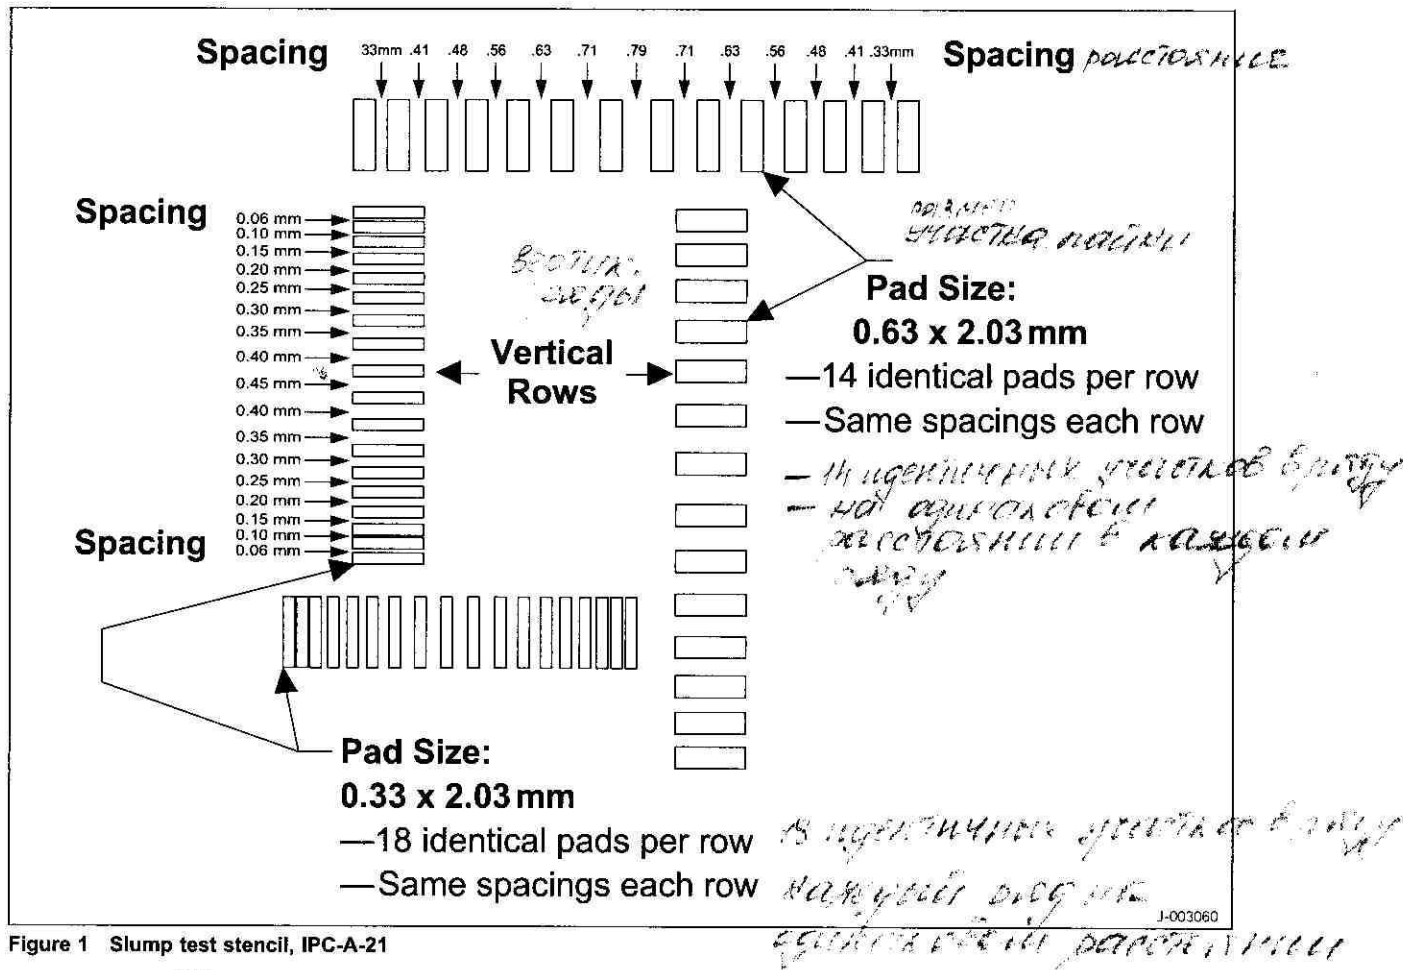

Figure 1 Slump test stencil, IPC-A-21
**5.1.1.** Приготовление испытательного образца с помощью соответствующей трафаретной схемы IPC-A-21, IPC-A-20 (рис. 1 и 2). Разместите трафареты паяльной пасты на 2 основаниях для каждой трафаретной схемы. Печатная схема должна быть равномерной толщины, без частиц припоя, отделенных от участка пайки. Поставщик и пользователь должны использовать одинаковый метод нанесения паяльной пасты по трафарету.
**5.1.1** Specimen preparation using appropriate stencil pattern IPC-A-21 or IPC-A-20. (Figures 1 & 2) Deposit solder paste patterns on 2 substrates for each stencil pattern. The